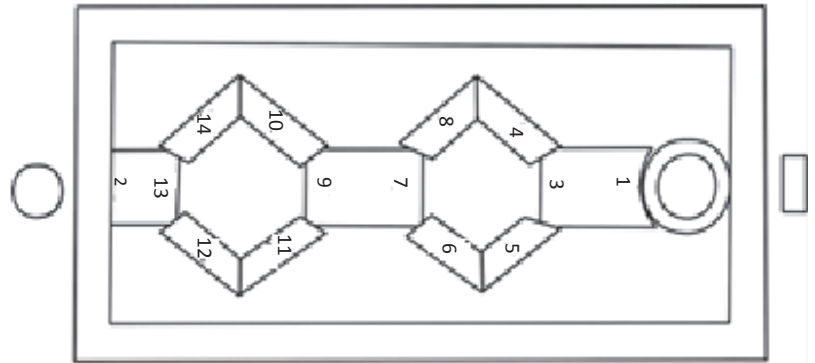

Figura 10
**#13** Ahorrita va a pegar las partes siguiendo el orden en **Figura 10** (1-14). Asegúrese de que está manteniendo los tres tubos estén en una línea directa desde la parte de la chimenea hasta la boca de la